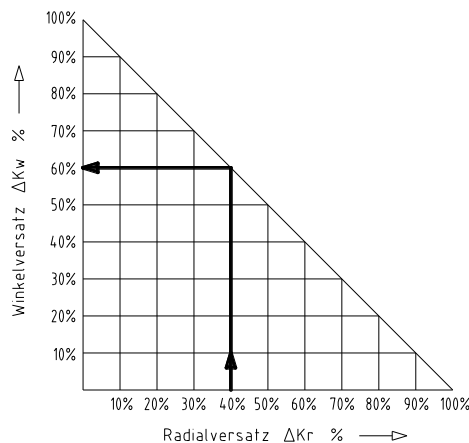

Bild 10: Verlagerungskombinationen
- Die in Tabelle 5 angegebenen Verlagerungswerte sind Maximalwerte, die nicht gleichzeitig auftreten dürfen. Bei gleichzeitigem Auftreten von Radial- und Winkelversatz dürfen die zulässigen Verlagerungswerte nur anteilig genutzt werden (siehe Bild 10).